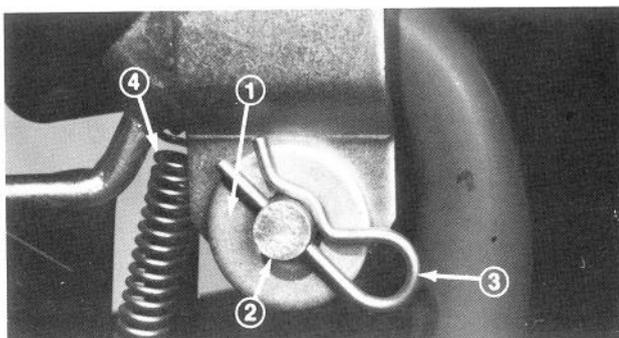

Abb. 11
3. Die Unterlegscheibe auf den Gabelbolzen schieben und den Haarnadelsplint durch den Bolzen stecken, damit alle Teile gesichert werden (Abb. 11).